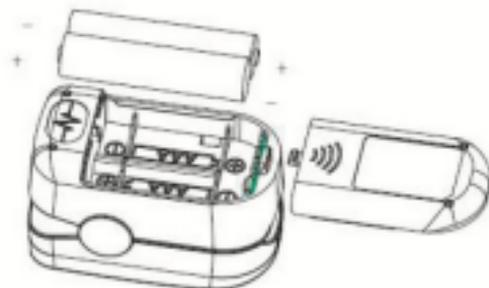

Figura 3 - Installazione della batteria
- B. Spingere il coperchio della batteria in senso orizzontale lungo la freccia come nella figura 3.